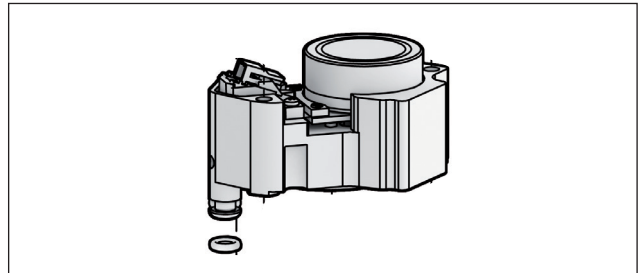

Fig. 78.
- Solte os parafusos da tampa do pré-estágio e remova a tampa do pré-estágio. (Fig. 78)
- Desconecte o conector do fio do pré-estágio do pré-estágio (Fig. 78)
- Solte os parafusos que prendem o pré-estágio no lugar. (Fig. 78)